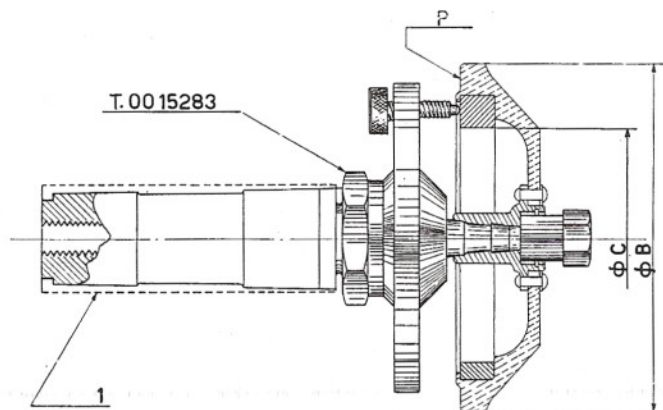

Fig. 6/D - Controllo concentricità diametri
6. - Con la spina T. 0015283 ed un orologio comparatore controllare (ved. fig. 6/D) la concentricità dei diametri B e C e la normalità del piano P rispetto all'asse di rotazione. Se la eccentricità supera 0,03 mm. ritoccare il diametro B al tornio.